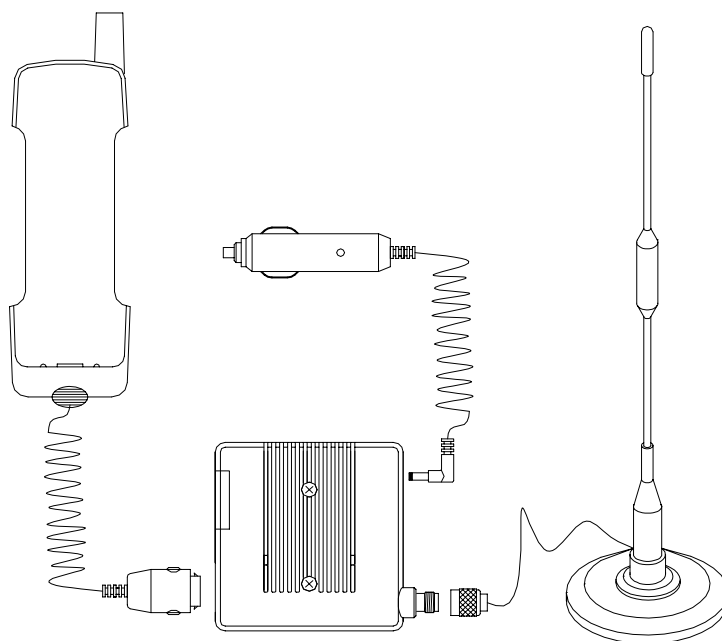
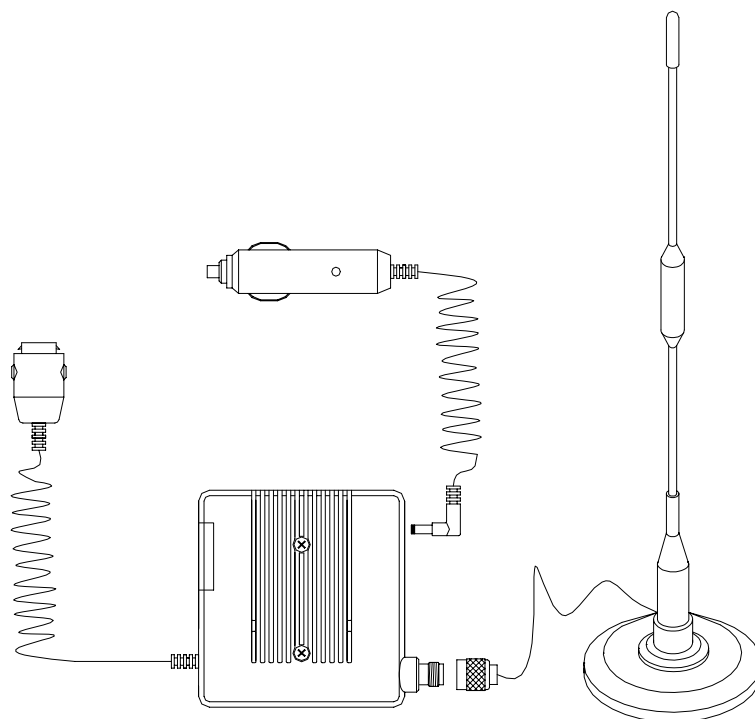

Рис. 3. Схема подключения усилителя ART-300 M2 в автомобильном варианте.
Рис. 4. Схема подключения усилителя ART-300 M3 в автомобильном варианте.
4. Подключите к усилителю все соединительные шнуры (рис. 3, рис. 4).